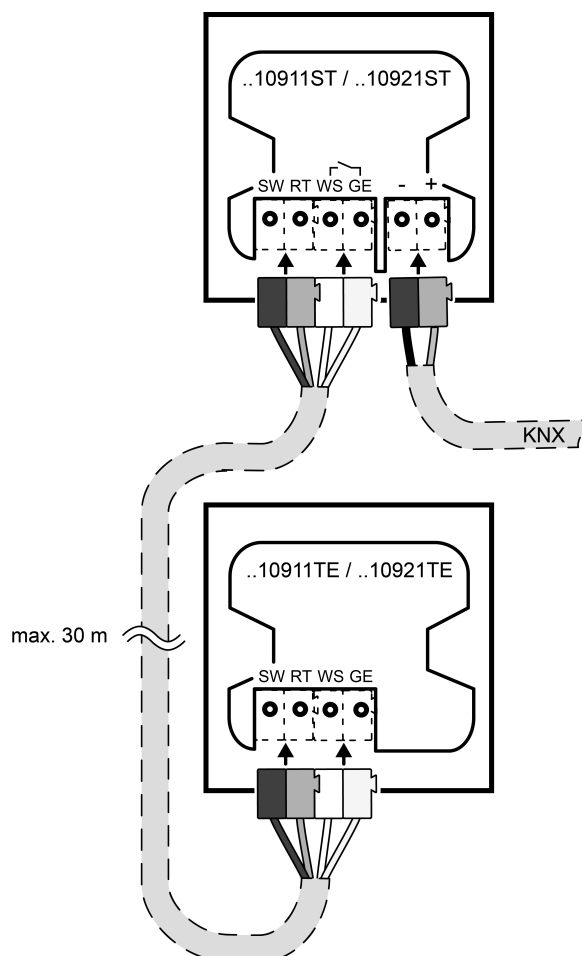

рисунок 4: Подключение кнопочного выключателя для расширенной конструкции
- Опция: подключение (см. принадлежности) к соединительной клемме (рисунок 4).
подключить (рисунок 4)